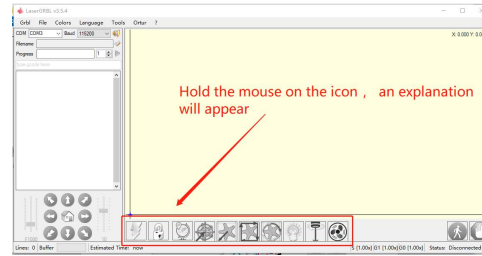

Imagen 5: Botón de software
2. A continuación, cargaremos los botones personalizados en el software LaserGRBL. En el software LaserGRBL, haga clic derecho en el espacio en blanco al lado del botón inferior (como se muestra en la Imagen 3) -> Importar botón personalizado, luego seleccione el archivo zip del botón personalizado descargado para importar, mantenga presionado Sí (Y) hasta que no haya ventana aparece. (Imagen 4、 Imagen 5)